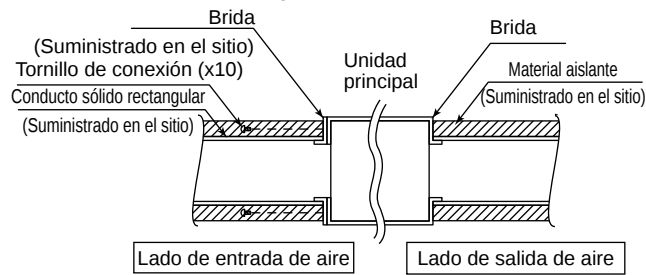

Fig. 3-76
- Conecte la brida a la unidad principal con 10 tornillos de $\varnothing 3,1$ (orificio). (Fig. 3-76)